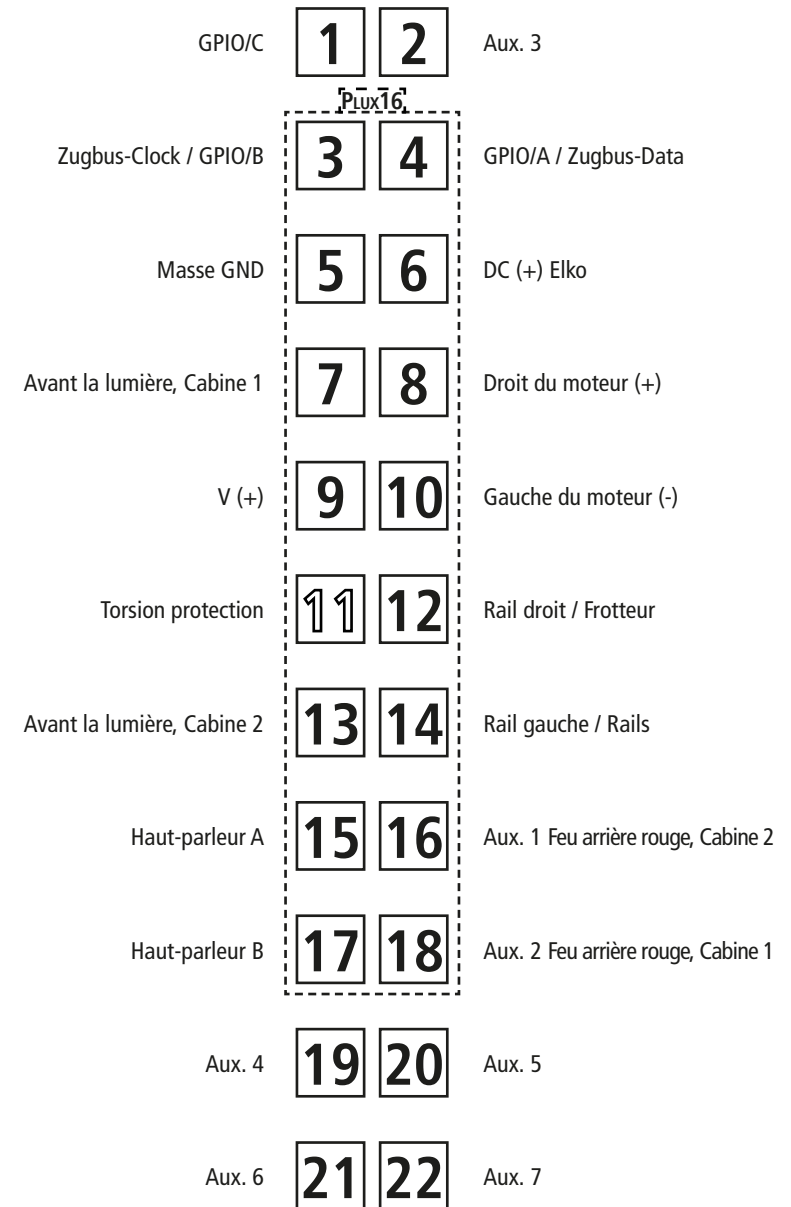

Fig. 6
| Fig. 6 – 10..... | 5 + 8 |
1. Reinigung der Radstromkontakte: Radstromkontakte können auf unsauberen Schienen leicht verschmutzen. Entfernen Sie **vorsichtig** mit einem kleinen Pinsel **den Schmutz** an den in Fig. 6 gekennzeichneten Stellen.
1. Cleaning of wheel contacts: Wheel contacts easily get dirty on tracks which are not entirely clean. Use a small brush to **remove dirt** from spots marked in fig. 6.
1. Nettoyage des lames de courant aux roues: Les lames de contacts risquent de s'encrasser rapidement sur des voies poussiéreuses. Veuillez **enlever la poussière** aux endroits marqués à la fig. 6 à l'aide d'un petit pinceau souple.
3. Échange des bandages d'adhérence: Démontez d'abord **le couvercle du carter des engrenages** des en-grenages (fig. 5). Délogez ensuite les essieux ban-dagées et enlevez, à l'aide d'une aiguille ou d'un tourne-vis fin, les bandages d'adhérence (fig. 6+7). Lors du montage des nouveaux bandages veuillez veiller à ce que les bandages **ne soient pas tor-dues**.